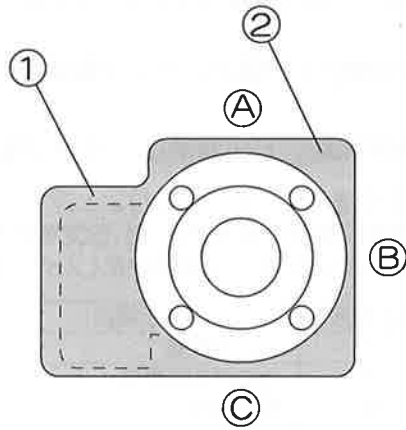

Fig 1 : 保護カバーの取付いた状態
- 11 梱包時に表示部を包んでいる保護カバーFig. 1の様に三方向に自立しますので床面からの寸法が合えばそのまま容易に設置できます。表示部の保護のため設置工事完了までつけておくことをお勧めします。